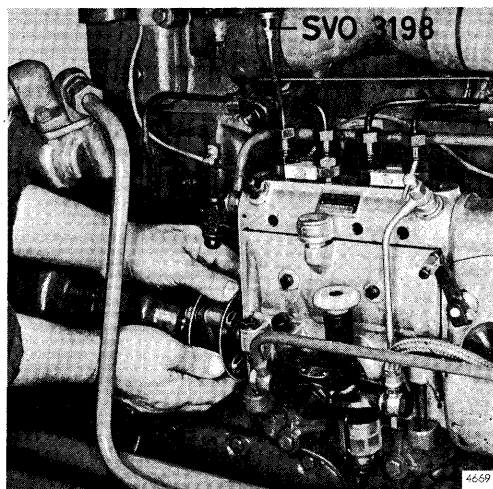

Fig. 26. Indstilling med prøverør.
7. Drej medbringeren frem og tilbage indtil luftfrit brændstof strømmer ud af prøverøret (fig. 26). Når dette punkt er nået, drejes medbringeren så langt tilbage som muligt, og prøverørets plane topflade aftørres.